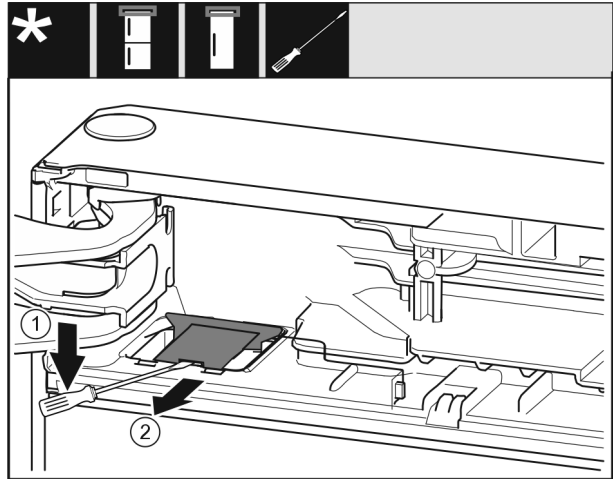

Fig. 7
- Cu o șurubelniță plată deblocați și ridicați apărătoarea. Fig. 7 (1)
- Extrageți apărătoarea. Fig. 7 (2)